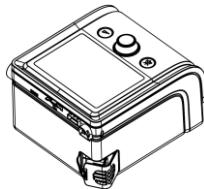

Fig. 11-2
- (2) Installare il tappo del filtro contenente il filtro dell'aria al dispositivo principale, come mostrato nella Fig. 11-2.